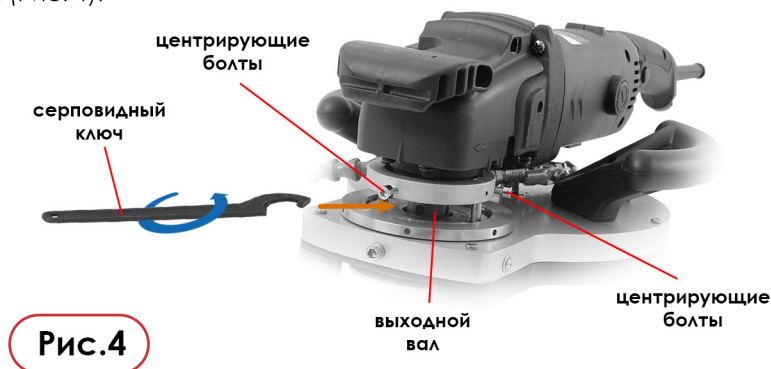

Рис.4
5. Серповидным ключом **против часовой стрелки** закрутите выходной вал универсального электродвигателя до полного соединения с кантофрезерной базой. Зафиксируйте установленный электродвигатель тремя центрирующими болтами, поочередно затянув их. (Рис. 4).